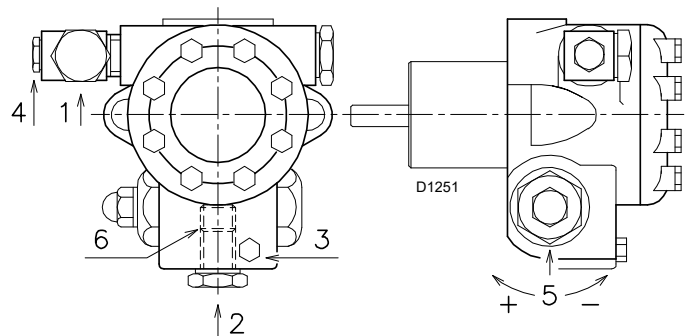

Fig. 21
- Quand le fioul ressort par la vis 3)(Fig. 21) la pompe est amorcée. Arrêter le brûleur : interrupteur 1)(Fig. 29, à la page 24) en position « OFF » et visser la vis 3).